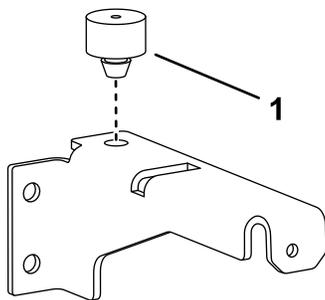

図 8
2. 左ポッドブラケットにバンパーを取り付ける図 8。
- 左ポッドブラケットにバンパーを取り付ける 図 8。